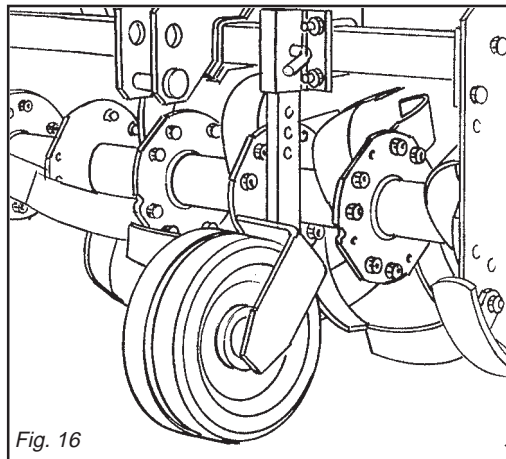

Fig. 16
**Zappatrici con ruote anteriori:** la regolazione si può effettuare anche con due ruote poste anteriormente alla zappatrice (Fig. 16). Queste vanno posizionate normalmente sulla stessa carreggiata delle ruote della trattrice per evitare il solco. La regolazione si effettua attraverso una serie di fori presenti sulla parte mobile del montante verticale.
**Rotary cultivators with front wheels:** depth regulations can also be done with the two front wheels (Fig. 16). Normally these wheels will be set at the same tracts as the tractor wheels to avoid the furrow. Depth adjustment is made with the series of holes on the moving part of the vertical strut.
**Hackfräsen mit vorderen Laufrädern:** Die Einstellung kann auch mit zwei Rädern erhalten werden, die vor der Hackfräse angeordnet sind (Abb. 16). Diese Räder werden in der Regel auf der Spurweite der Schlepperräder angeordnet, damit sie keine eigene Furche entstehen lassen. Die Einstellung wird durch eine Reihe von Bohrungen möglich, die im beweglichen Teil des senkrechten Trägers vorhanden sind.
**Houes avec roues avant:** le réglage est aussi possible avec les deux roues placées à l'avant de la houe (Fig. 16). Elles doivent être placées sur la même voie que les roues du tracteur pour éviter le sillon. Le réglage est réalisé à travers une série de trous présents sur la partie mobile du montant vertical.
**Binadoras con ruedas delanteras:** la regulación puede efectuarse también con dos ruedas situadas en la parte anterior de la binadora (Fig. 16). Estas deben ser posicionadas normalmente en el mismo carril de las ruedas del tractor para evitar el surco. La regulación se efectúa a través de una serie de orificios ubicados en la parte móvil del montante vertical.